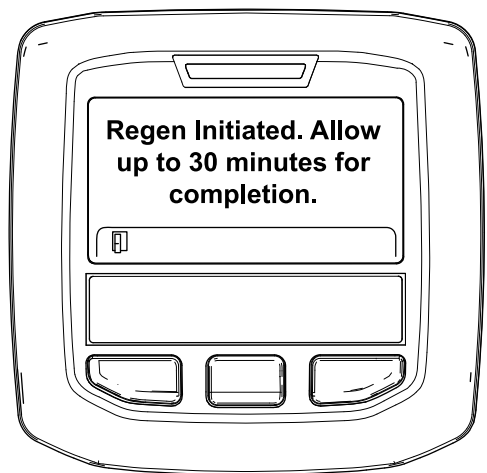

Figura 37
- Si la regeneración se permite, aparece el mensaje “Regen Initiated. Allow up to 30 minutes for completion” (Regeneración iniciada, espere 30 minutos hasta que finalice) en el InfoCenter y debe esperar a que la máquina finalice el proceso de regeneración con la máquina aparcada (Figura 37).